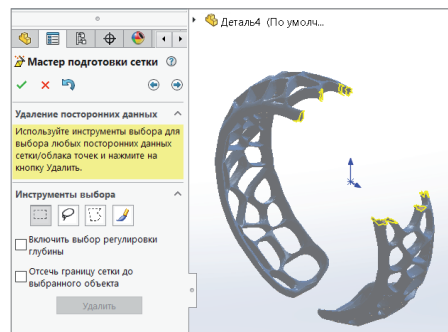

Рис. 4. Функция *Удаление посторонних данных*
- *Удаление посторонних данных* (рис. 4). Функция может быть полезна для удаления части сетки или облака точек перед преобразованием в твердое тело. Удаление исключает части, ненужные для последующего моделирования, – такие как крепления или